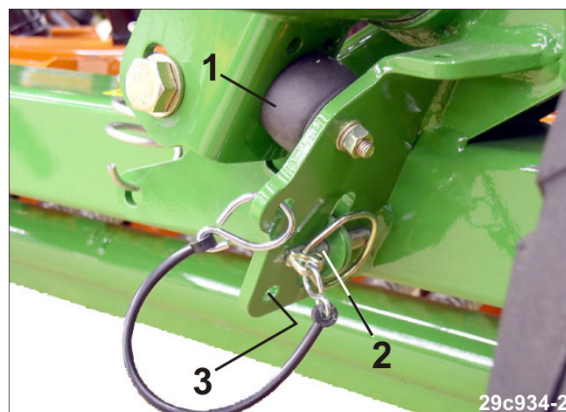

Fig. 168
- 3.1 Pressione o braço do riscador contra o amortecedor de borracha (Fig. 168/1).
- 3.2 Retire a chaveta (Fig. 168/2) e fixe na posição de estacionamento no furo (Fig. 168/3).